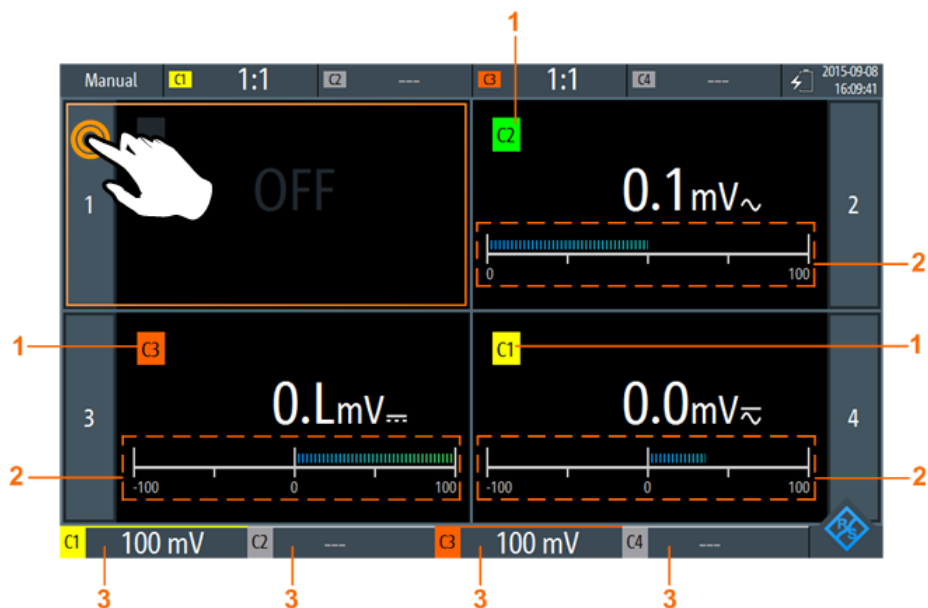

Bild 7-5: Anzeige von vier Voltmetern
- Tippen Sie auf die Voltmeter-Nummer, wie in Bild 7-5 gezeigt.